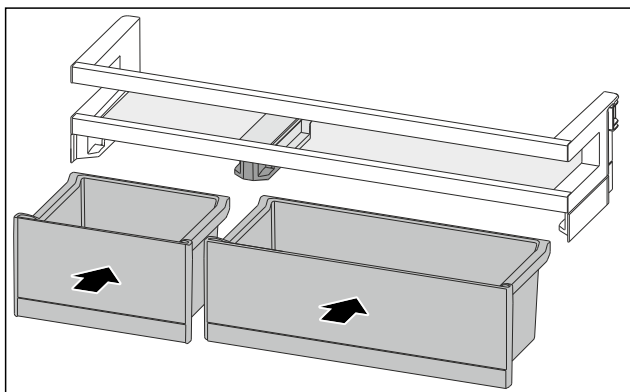

Fig. 190
- ▶ VarioBoxen in getauschter Anordnung einsetzen. (siehe Fig. 190)